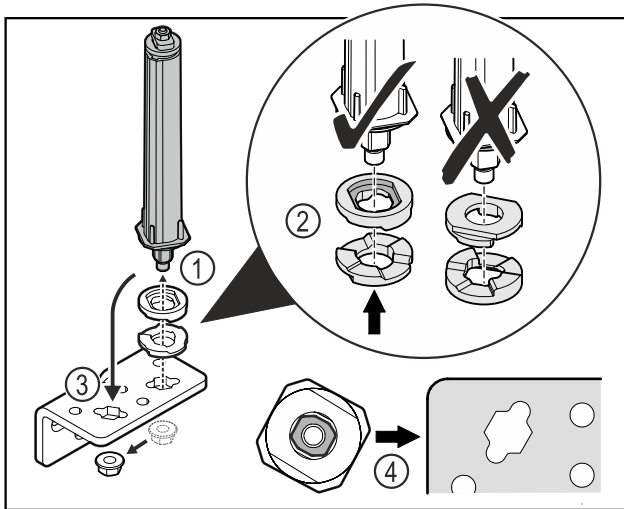

Fig. 38
- ▶ Svitare il dado e rimuovere il sistema di chiusura della porta Fig. 38 (1).
- ▶ Assicurarsi che le rondelle per la regolazione dell'altezza siano rivolte nel verso giusto Fig. 38 (2).
- ▶ Spostare il sistema di chiusura della porta nella cerniera angolare e fissarlo con il dado Fig. 38 (3).
- ▶ Durante l'inserimento del sistema di chiusura della porta assicurarsi che sia rivolto nel verso giusto Fig. 38 (4).